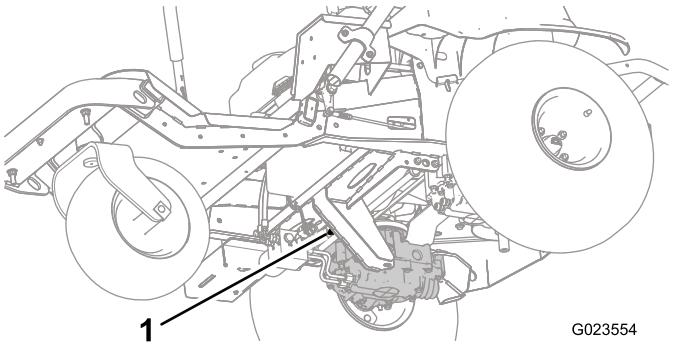
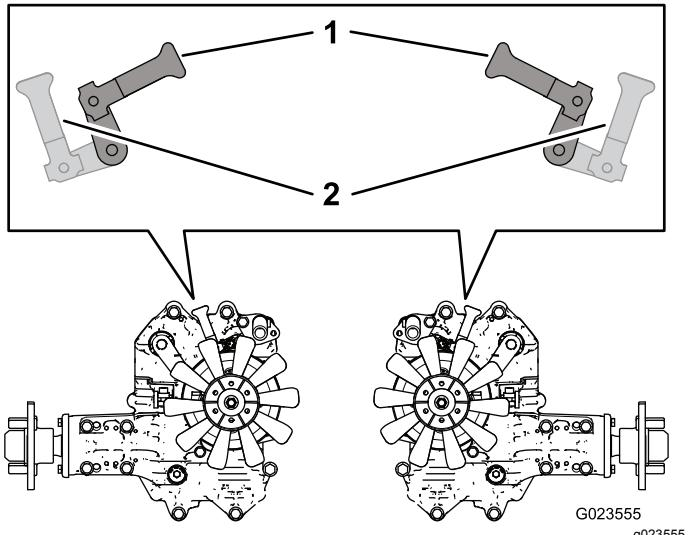

Figura 28
Figura 29
2. Desde debajo de la máquina, gire las palancas de las válvulas de desvío (Figura 27 y Figura 28) hacia dentro, orientadas hacia el centro de la máquina (Figura 29), y quite el freno de estacionamiento; consulte Uso del freno de estacionamiento \(página 21\).
3. Cuando haya terminado de empujar o remolcar la máquina, mueva las palancas de las válvulas de desvío hasta que estén orientados hacia la parte delantera de la máquina, para poder conducir la máquina (Figura 29).